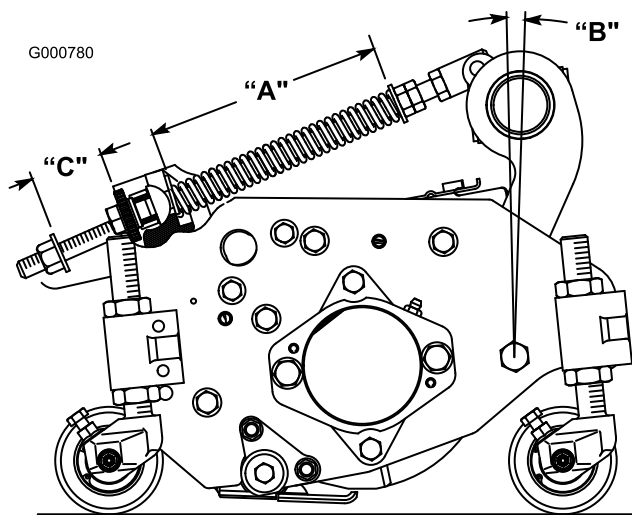

Figura 8
El muelle de compensación del césped (Figura 8), que conecta el bastidor de tiro a la unidad de corte, controla la rotación adelante - atrás, y la altura sobre el terreno en el transporte y en los giros.
- Apriete la contratuerca del extremo trasero de la varilla del muelle hasta que el hueco (C) entre la parte trasera del soporte del muelle y la parte delantera de la arandela sea de 25 mm (Figura 8).
- Apriete las tuercas hexagonales del extremo delantero de la varilla del muelle hasta que la longitud comprimida (A) del muelle sea de 20,3 cm (Figura 8).
Nota: Cuando siegue césped basto u ondulado, aumente la longitud comprimida (A) del muelle a 21,6 cm y el hueco (C) entre la parte trasera del soporte del muelle y la parte delantera de la arandela a 38 mm (Figura 8).